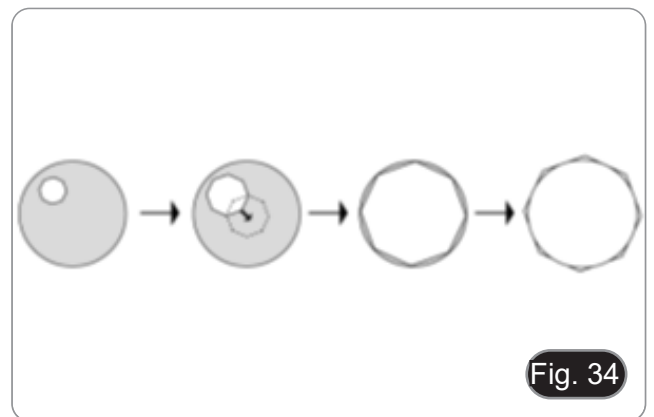

Fig. 34
3. Gire o anel do diafragma de campo ② no sentido anti-horário para fechar completamente o diafragma.
4. Gire o botão de ajuste de altura ③ para focalizar as bordas do diafragma.
5. Gire os parafusos de centralização ④ para trazer a imagem do diafragma para o centro do campo de visão ④ .
6. Abra gradualmente o diafragma. O condensador é centralizado quando a imagem do diafragma é simétrica às bordas do campo de visão. (Fig. 34)